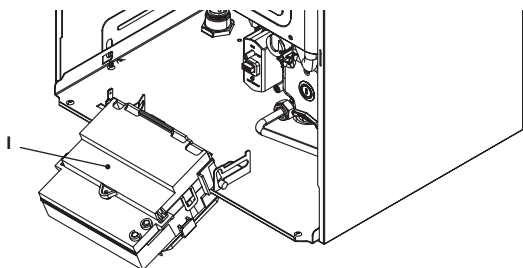

Figura 4.8
- Localice la tapa de cobertura de la bornera I (Figura 4.8), extraiga los tornillos de sujeción y ábrala.